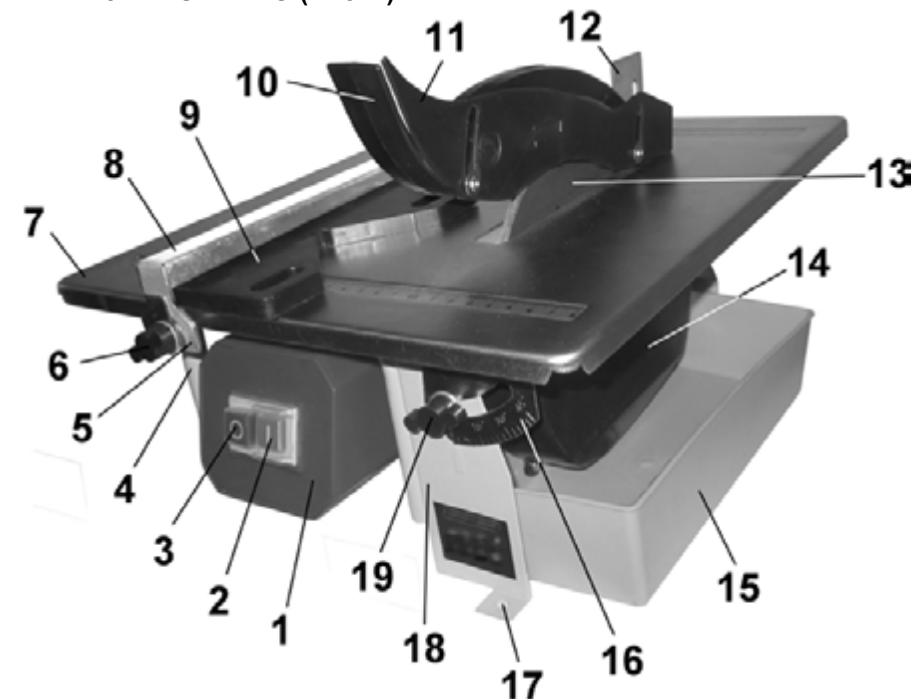

Рис. 2
## 7. УСТРОЙСТВО (Рис. 2)
Установите и через крепёжные отверстия (17) основания (18), Рис.2, закрепите плиткорез на ровной прочной горизонтальной поверхности верстака.
9.2. Как показано на Рис.2; 3, между основанием (18) и защитным кожухом (14) установите поддон (15).
## 11. ОСНОВНЫЕ ОПЕРАЦИИ (Рис. 2)
**Внимание:** Перед установкой нового или долго хранившегося отрезного диска (13) проверьте плоскость режущей кромки относительно посадочного места диска. Не устанавливайте деформированные отрезные диски. Используйте отрезные диски (13), где толщина их режущей части не тоньше расклинвателя (12), Рис.2.
12.4. Установка отрезного диска требует особого внимания и некоторых навыков. Шпindel (25) и внутренний фланец (24) изготовлены как отдельные детали, поэтому обратите внимание на установку деталей крепления отрезного диска (13) без перекосов. Если после установки отрезного диска (13) наблюдается биение режущей кромки более 0,2мм, повторяйте установку до устранения биения. Для этого проверните и установите без перекосов внутренний фланец (24). Отрезной диск (13) и внешний фланец (23) удерживайте без перекосов. Надёжно закрепите.